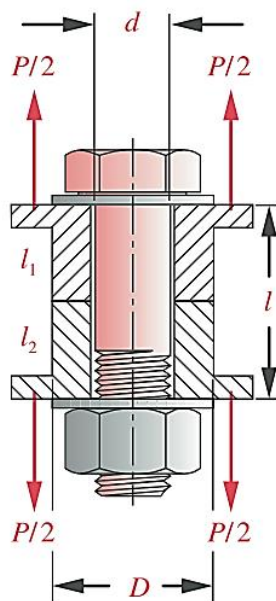

Figura 1.2
**1.2.1** Na Figura 1.2 há uma ligação entre a tampa e o corpo de um reservatório sob pressão cilíndrica é feita por  $N$  parafusos M16x2 de classe 8.8 ( $E = 207GPa$ ) com pré-tensão, como é mostrado na Figura 1.2. A flange é constituída por duas chapas de ferro fundido BS 180 ( $E = 79GPa$ ) com 20 mm de espessura cada. A carga de separação a suportar pelos parafusos é de 160 kN.